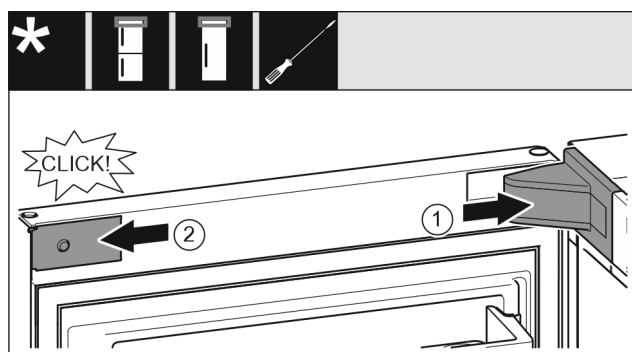

Fig. 24
- ▶ Lagerbokafdekking Fig. 24 (1) plaatsen en vastklikken, evt. voorzichtig uit elkaar drukken.
- ▶ Panelen Fig. 24 (2) aan de zijkanten plaatsen en vastklikken.